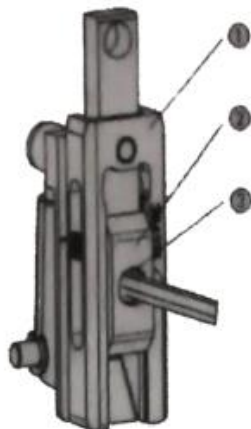

Рис. 24
- Замена сшивающего блока (Рис. 24 и 25)